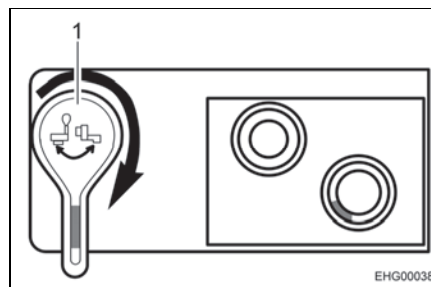

Bild 83 Avtappningsventil, öppen
- Öppna avtappningskranen. Vrid avtappningsventilens spak medurs med 90° (se Bild 83,1).